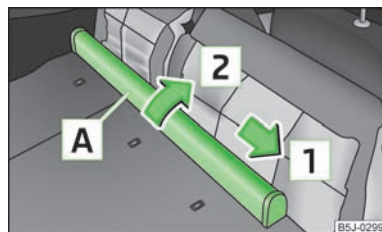

Fig. 53 Bancos traseiros: caixa da rede divisória
- Empurre a caixa da rede divisória **A** » Fig. 53 no sentido da seta **1** e retire-a do encaixe do encosto do banco direito, no sentido da seta **2**.